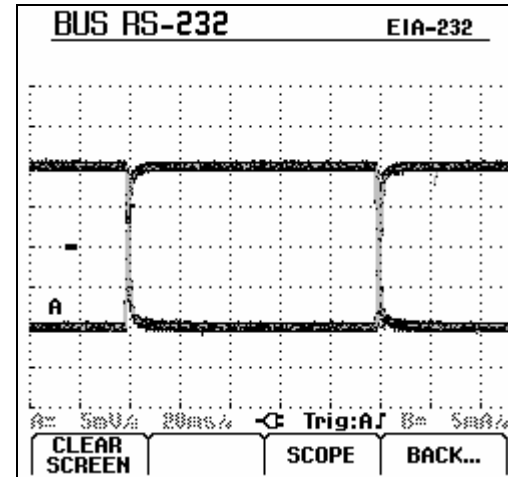

Abbildung 4-4. Anzeige Eye-Pattern
- ①  Wählen Sie in der Hauptanzeige den Eye-Pattern-Modus. Anschließend sehen Sie ein Bild wie in Abbildung 4-4.